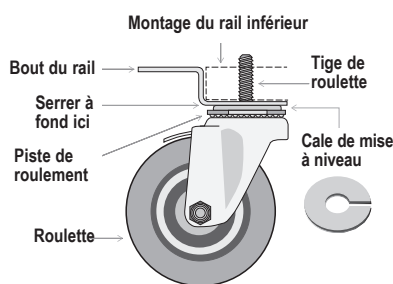

Figure 7. Schéma des roulettes.
3. Vissez les roulettes dans le rail de châssis ou le fond de l'appareil. Voir figures 7 et 8.